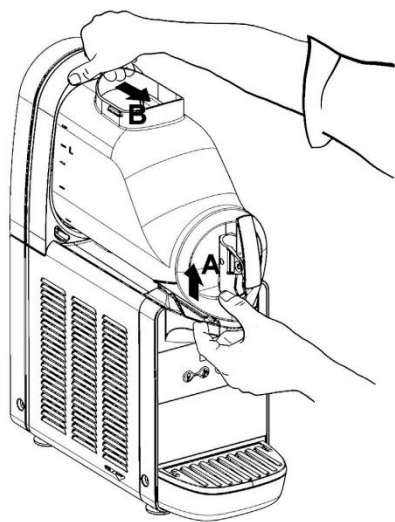
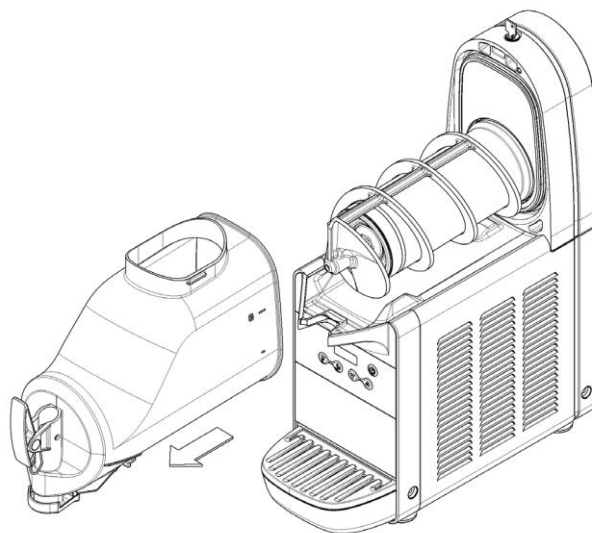

図 3
図 4
- (2)ロックレバーを上方に押し（図 3 参照）、ボウルを取り外します。（図 4 参照）